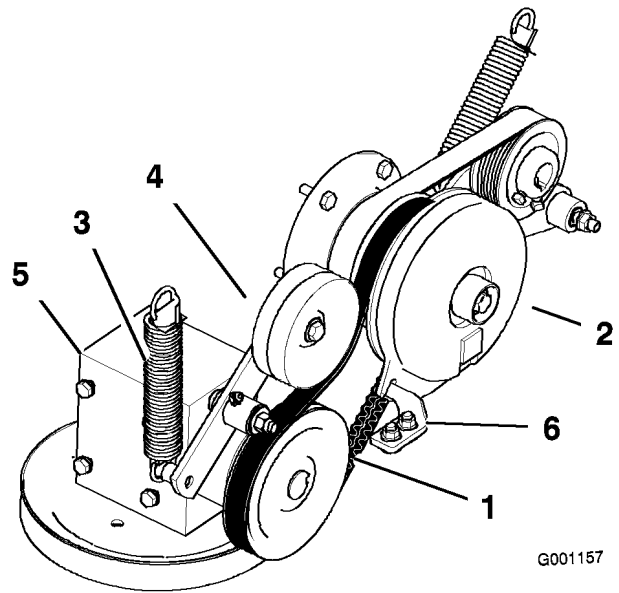

Bild 59
4. Entfernen Sie die Feder vom Spannarm (Bild 59).
7. Verlegen Sie den neuen Zapfwellen-Treibriemen um die Kupplungs- und Getriebespannscheibe (Bild 59).
9. Haken Sie die Feder wieder in den Spannarm ein (Bild 59).